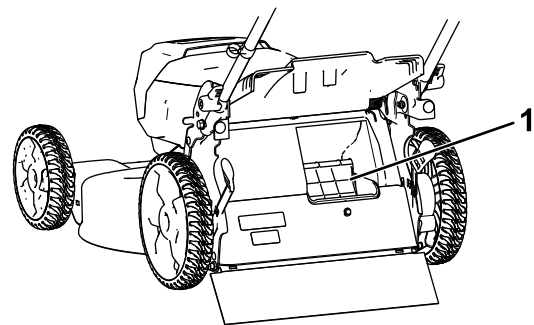

Figure 14
**Important:** Pour que le ramassage s'effectue correctement, enlevez les déchets d'herbe et autres qui se trouvent sur le volet de ramassage sur demande et l'ouverture (Figure 14) avant de changer la position du levier de ramassage sur demande.